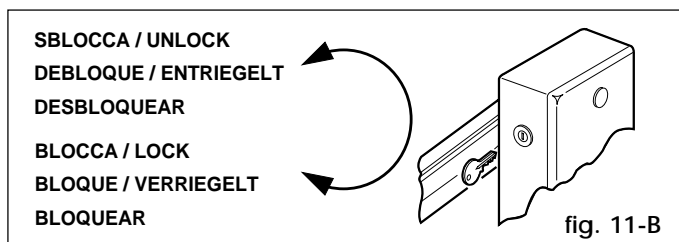

fig. 11-B
- Inserire la chiave triangolare standard (Fig.11-A) o personalizzata (Fig.11-B) nella serratura e ruotarla in **senso antiorario** di 1 giro.